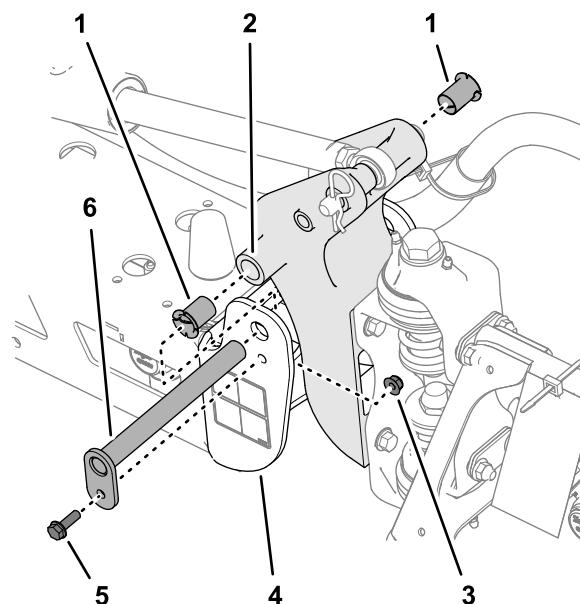

図 115
3. ピボットピンを固定しているボルトとナットを外してピンを取り外す図 115。
5. ナイロンブッシュを取り外し、ピボットブラケットの前面および後面側から見て点検する図 115。
6. 各ナイロンブッシュに少量のオイルを塗ってピボットブラケットに取り付ける図 115。
7. ピボットブラケットの穴を、エンドチャネルの穴に合わせる図 115。